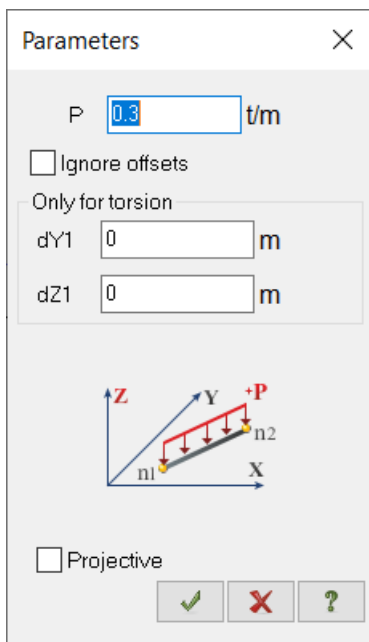

Figure 19.20 Load parameters dialog box
- ⇒ In the **Load parameters** dialog box specify $P = 0.3 \text{ t/m}$ (see Fig.19.20).